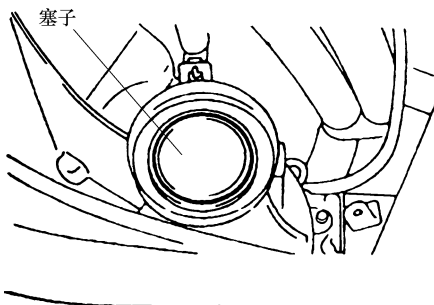

图 3-146 使用塞子把变速器和分动器的口堵住
2) 如图 3-146 所示，使用塞子把变速器和分动器的口堵住，以防脏物进入内部。